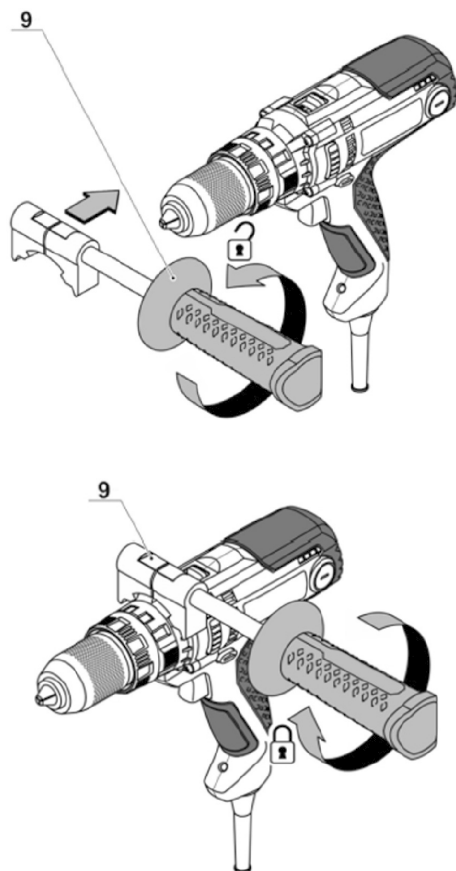

Fig. 2 – Instalação do punho auxiliar
- a. Gire o punho auxiliar (9) no sentido anti-horário para destravar o encaixe.
- b. Insira o punho auxiliar (9) no equipamento.
- c. Gire o punho auxiliar (9) no sentido horário para fixá-lo no equipamento, seguindo os passos ilustrados na Fig. 2.